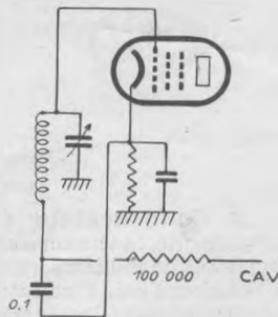

Fig. 62.
6. **Le rendement est insuffisant en O. C.** — Tout ayant été vérifié dans le poste, l'alignement ne laissant rien à désirer, nous pouvons essayer de faire le retour d'antifading directement aux cathodes des lampes correspondantes et non plus à la masse, comme en figure 62. Nous essayerons de doubler le condensateur de découplage de 0,1 par un condensateur au mica de 1.000 à 2.000 centimètres (ce qui revient à réduire l'antifading).